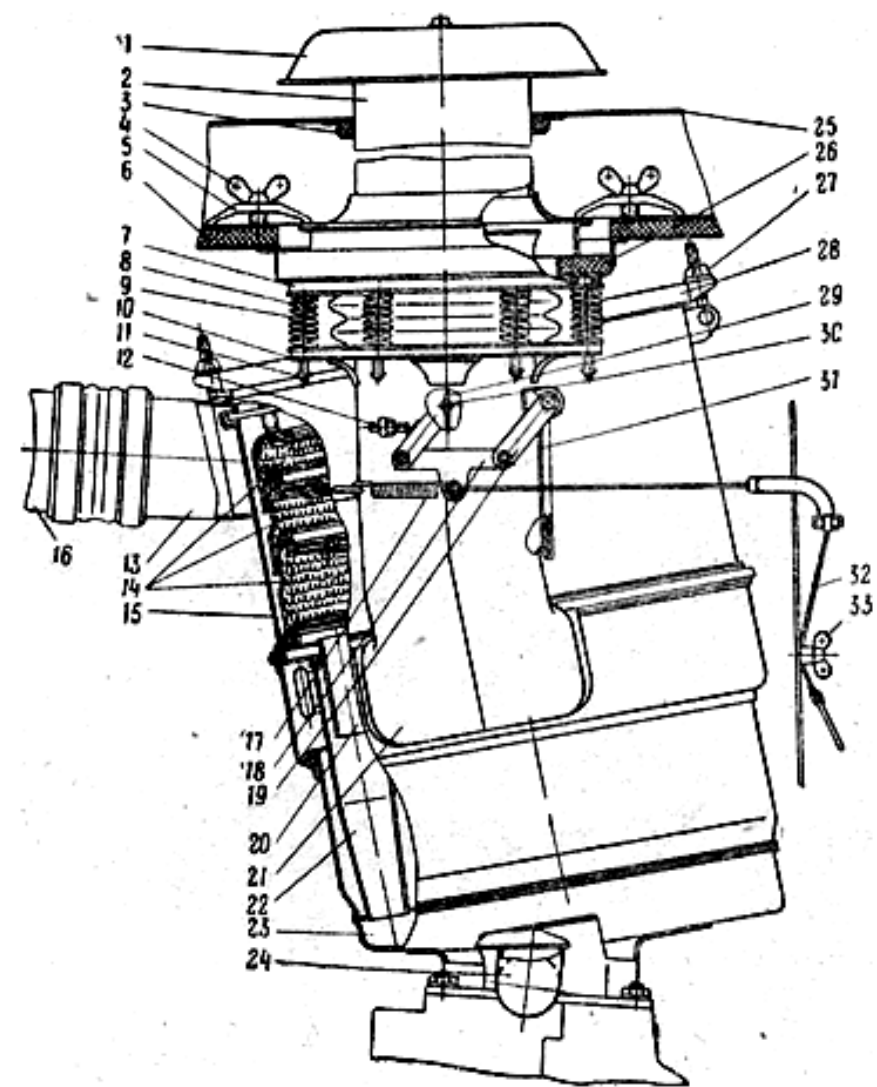

Рис. 10. Воздухоочиститель
1. Открыть надмоторный люк и зафиксировать его крышку в открытом положении стопором (на транспортере-тягаче МТ-Л снять с верхней передней панели 6 (рис. 10) два ящика с приборами ПНВ-57, запасный бидон на 20 л, отвернуть на панели два барашка крепления трубы забора воздуха и, сдвинув трубку забора воздуха вверх, снять верхнюю переднюю панель ограждения двигателя).